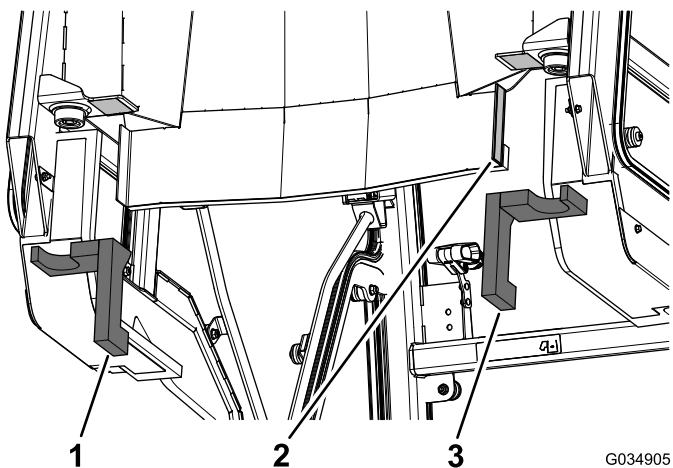

Figure 14
1. Retirez la pellicule protectrice du ruban adhésif double face à l'arrière de la cabine (Figure 14).
2. Appliquez les joints en mousse arrière gauche et arrière droit sur la cabine (Figure 14).